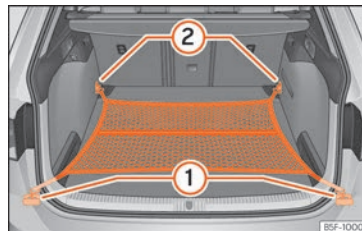

Abb. 189 Im Gepäckraum: flach eingehängtes Gepäckraumnetz (Modell LEON ST).
- Heben Sie ggf. die vorderen Verzurrösen »» Abb. 189 ② an.
- Hängen Sie die Haken in die Verzurrösen ② ein »» ⚠. Der Reißverschluss des Gepäckraumnetzes muss dabei nach oben zeigen.
- Hängen Sie die Haken in die Verzurrösen ① ein.